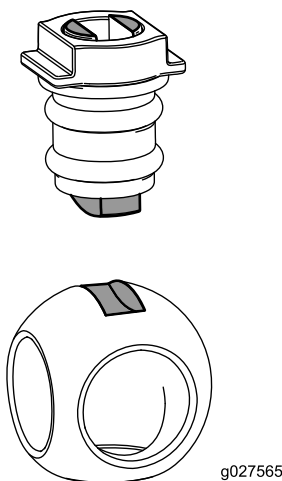

Figura 122
6. Inserite la sfera sul corpo della valvola (Figura 122).
Nota: Lo stelo della valvola deve inserirsi nella scanalatura di trasmissione della sfera. Se lo stelo della valvola non si inserisce, regolate la posizione della sfera (Figura 122).